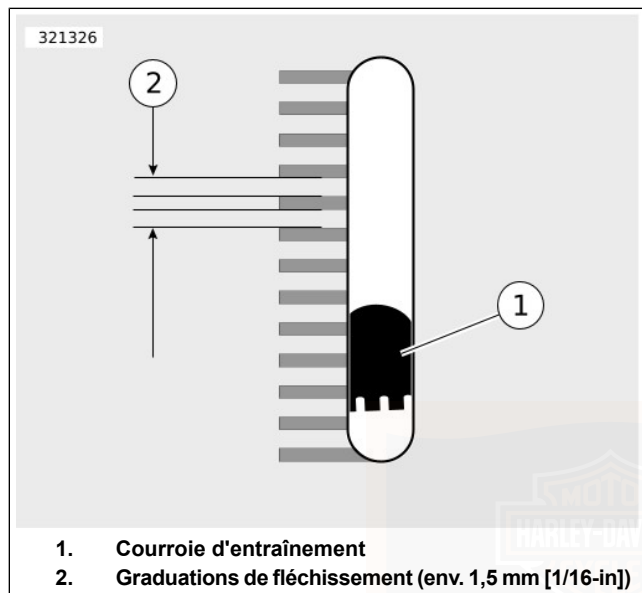

Figure 76. Fenêtre de fléchissement de la courroie
- a. Faire glisser le joint torique (4) vers le repère de 0 kg (0 lb) (3).
- b. **Modèles équipés d'une fenêtre de fléchissement de courroie** : Ajuster le berceau de la courroie (2) contre le bas de la courroie d'entraînement en alignement avec la fenêtre de fléchissement de courroie.
- c. **Tous les autres modèles** : Ajuster le berceau de courroie (2) contre le bas de la courroie d'entraînement à mi-chemin entre les poulies d'entraînement.
- d. Pousser le bouton (6) vers le haut jusqu'à ce que le joint torique s'abaisse vers le repère de 4,5 kg (10 lb) (5) et s'immobilise.
- a. **Modèles équipés d'une fenêtre de fléchissement de courroie** : Voir Figure 76. Mesurer le fléchissement de la courroie tel qu'il apparaît dans la fenêtre de fléchissement de la courroie tout en maintenant fixe le vérificateur. Chaque graduation de fléchissement représente environ 1,59 mm (1/16 in).